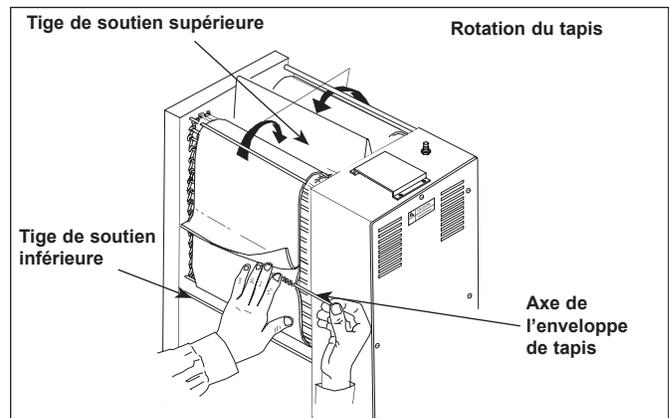

Figure 12. Installing Belt Wrap
6. Installez la ou les enveloppes neuves autour des chaînes du tapis du transporteur, à l'intérieur des tiges jaunes avec le rabat zippé exposé et qui pend (Figures 12 & 13).